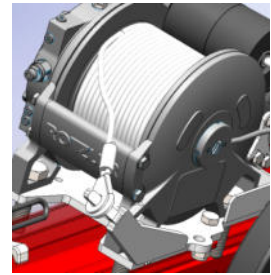

Figura: 50
- Quindi tirare bene il cavo e avvolgerlo (v. *Figura: 50*)